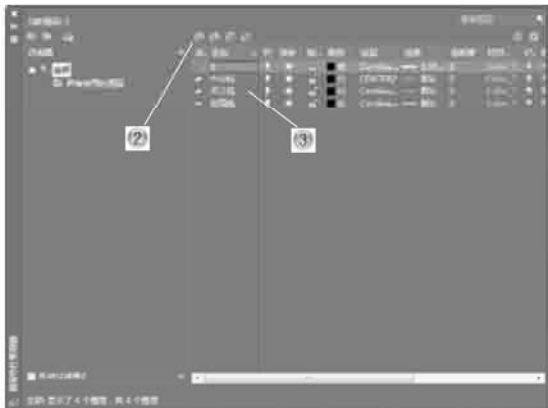

图 5-70
- ② 在弹出的【图层特性管理器】工具选项板中单击【新建图层】按钮, 如图 5-70 所示。
- ③ 依次创建 3 个图层, 并设置图层属性。